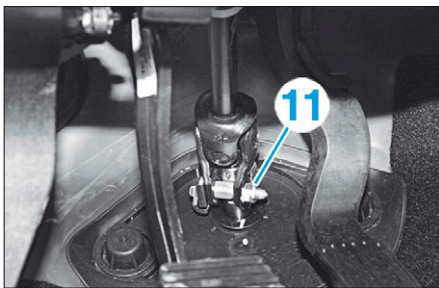

FIG. 16
- Déposer l'écrou (11) et extraire la vis du cardan de colonne de direction (Fig.16).